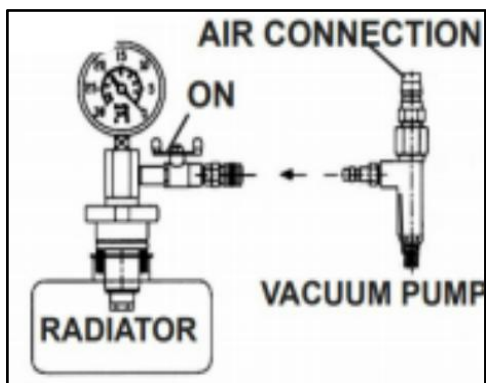

FIG.2
3. 4 Öppna ventilen (bild 2) och slå på lufttillförseln.